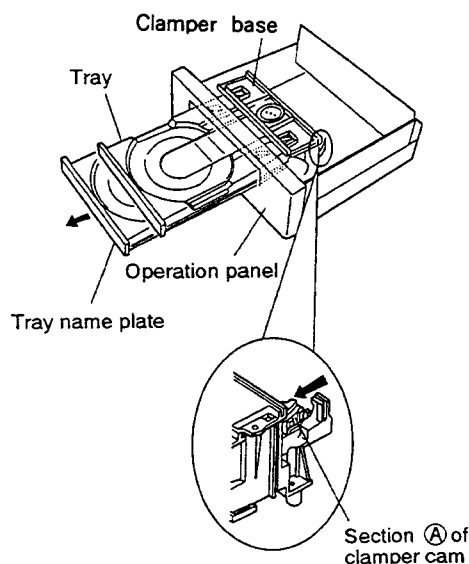

Fig. 1.
1. REMOVING THE TRAY (See Fig. 1.)